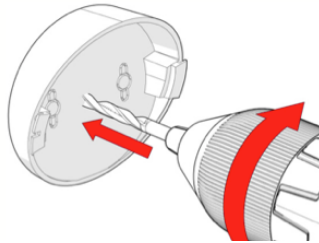

Bild 3: Unterputzmontage.
- Unterputzmontage, siehe Bild 3